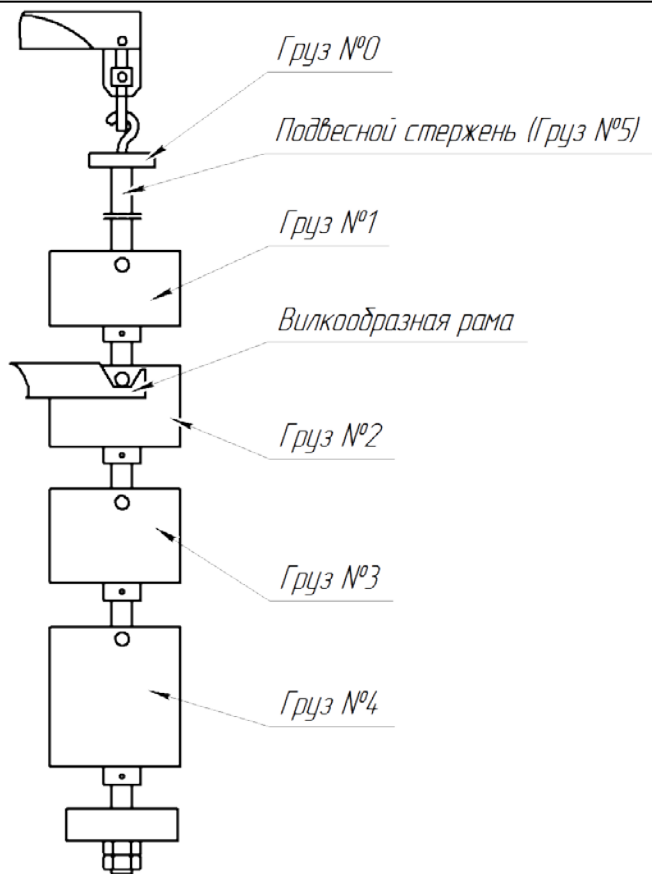

Рисунок 2.2 – Установка грузов
2. Повернуть ручку изменения нагрузки на положение «30», а затем установить грузы на подвесной стержень сверху-вниз в соответствии с порядковыми номерами: №1, №2, №3, №4 (рис. 2.2). Круглые колышки по обе стороны от груза должны быть правильно размещены в пазы вилкообразной рамы. Груз №0 должен быть установлен на верхнем месте только при нагрузке 31,2 кгс (306,5 Н).